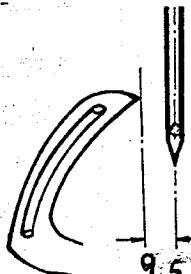

Fig. 1
Zur bequemeren Einstellung entferne Drückerfuß, Stichplatte und Transporteur. Setze den Fadengreifer in den Greiferhebel ein. Der Greifer ist so einzustellen, daß der Abstand von Nadelmitte zur Greiferspitze $9,5 \text{ mm} \approx \frac{3}{8} \text{ "}$ beträgt und zwar bei Beginn der Nadelstangenauflärtsbewegung (Fig. 1). Dieser Abstand lässt sich nach Lösen der Mutter am rechten Schenkel des Greiferhebels durch Verschieben der Kugelschraube im Langloch ändern. Bei der Bewegung nach rechts muß der Greifer dicht an der Rückseite der Nadel vorbeigehen, ohne diese zu berühren. Dazu wird der Greiferhebel auf seiner Achse nach Lösen der beiden Schrauben seitlich verschoben.
For convenient access, remove the presser foot, throat plate and feed dog. Insert the looper into the looper rocker. Set the looper so that the distance from the centre line of the needle to the point of the looper is $9,5 \text{ mm} \approx \frac{3}{8} \text{ "}$ in the lowest position of needle bar just before moving upwards (Fig. 1). Therefore loosen the nut at right side of looper rocker and replace the ball stud till the specified dimension be obtained. As the looper moves to the right, its point should pass behind the needle as close as possible without contacting it. Adjustment can be made by loosening the fastening screws of looper rocker and replacing the looper rocker axially till this adjustment be obtained.
Bei Verwendung von Leinengarn ist der Nadelfaden nach Fig. 1 der Einfädelanleitung einzufädeln.
Die Stichlänge ist entsprechend der Kettelgarnstärke nach Lösen der Mutter Teil-Nr. HA 18 A (Fig. 3) einzustellen. Verstellen der Schwinge nach unten ergibt größere, Verstellen nach oben kleinere Stichlänge. Der Obertransport ist dann entsprechend an der Schwinge einzustellen. Verstellen nach hinten größerer Stich, nach vorn kleinerer Stich. (Fig. 1 u. 4).
Die Maschine ist für eine Naht mit Stichlochbindung (Fig. 1) eingestellt. Sollten Sie Kantenbindung wünschen, so können Sie diese Naht durch Herausnehmen des Nadelfadens aus der ersten Nadelfadenspannung (A) erreichen. (Fig. 4). Der Kettelfaden wird dann in diese Spannung (A) eingelegt (Fig. 4). Evtl. ist noch ein ausregulieren notwendig, damit der Nadelfaden sauber an der Kante liegt.